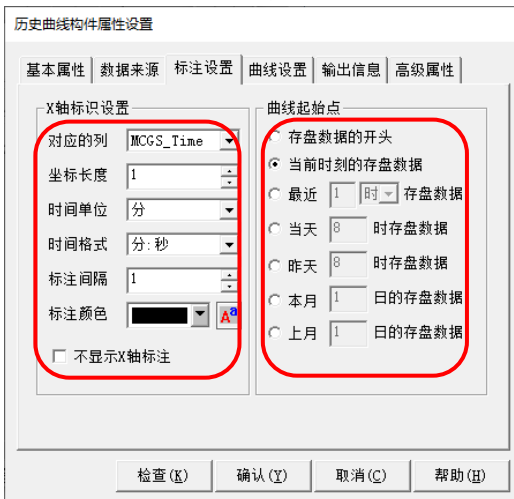

图 5.2-11 标注设置
- 标注设置：如图 5.2-11，按照需要设置曲线的 X 轴（时间）标注和曲线的起始点。